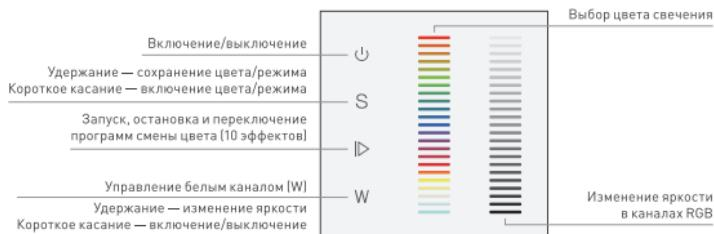

Рисунок 4. Кнопки панели управления.
3.10. Проверьте управление лентой с панели [Рис. 4].